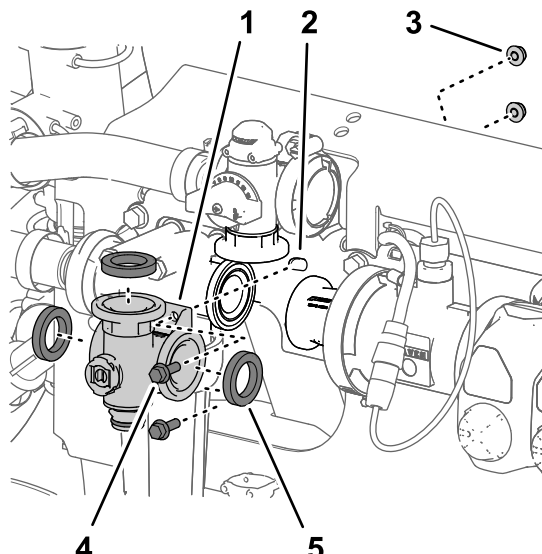

图 105
3. 松开将搅拌阀歧管固定至阀支架的 2 个凸缘头螺栓 $\frac{1}{4} \times \frac{3}{4}$ 英寸和 2 个凸缘锁紧螺母 $\frac{1}{4}$ 英寸图 105。
4. 从机器上卸下搅拌阀歧管和垫片图 105。